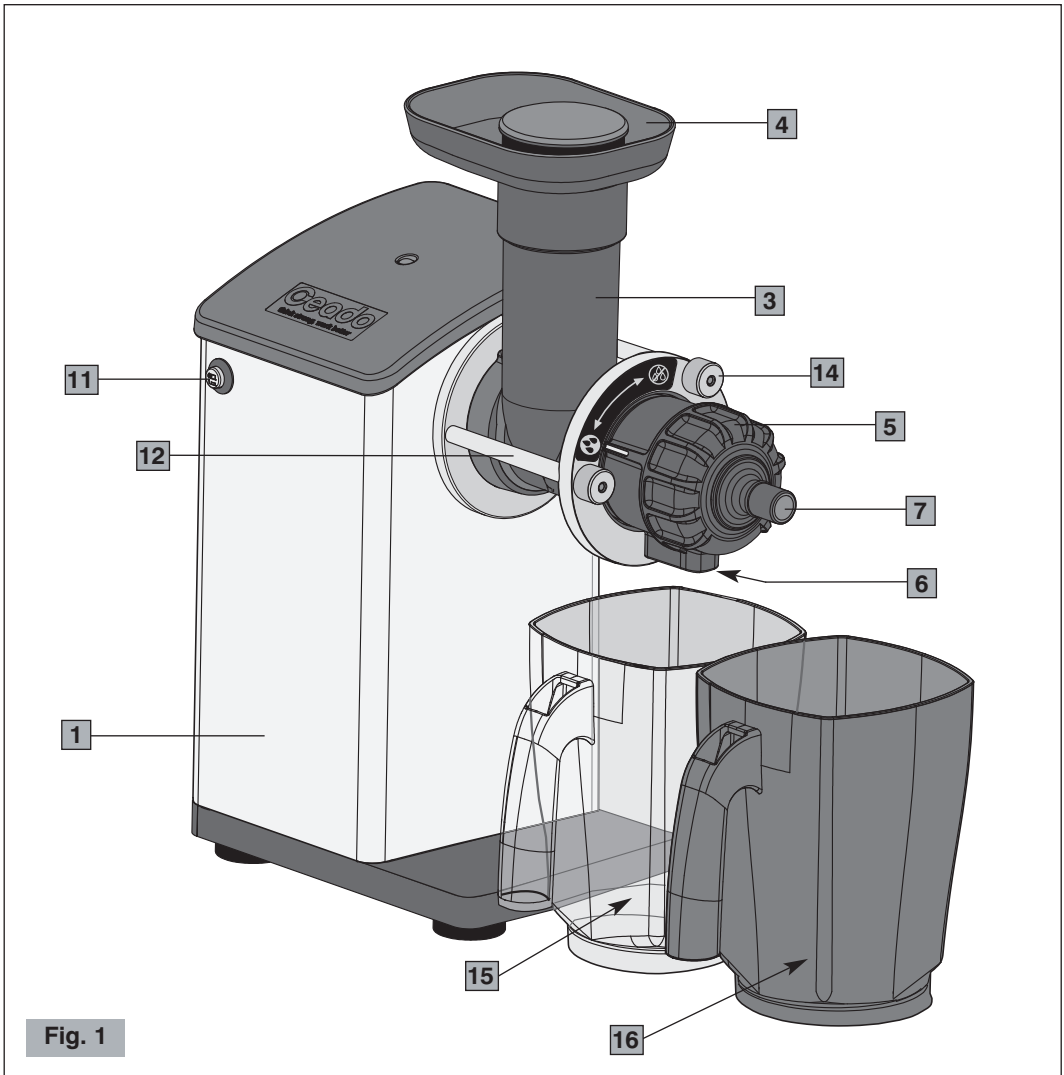
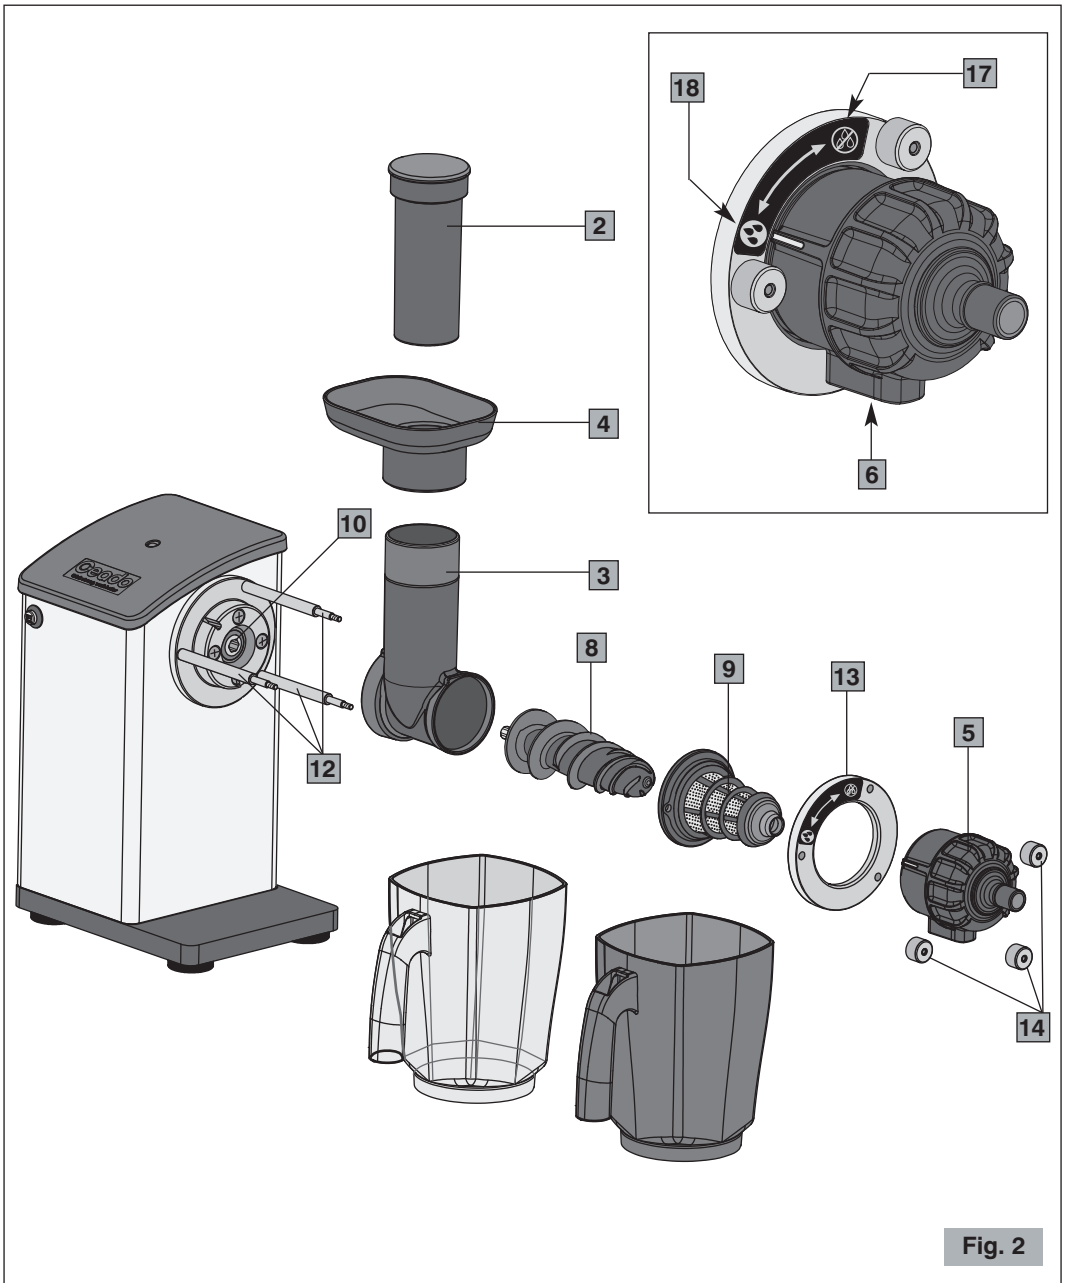

Fig. 1
Fig. 2
Composants principaux (Fig. 1 - Fig. 2)
Avant de brancher la fiche à la prise de courant, s'assurer que l'interrupteur ON-OFF (11 Fig. 1) est en position d'arrêt "O".
- 3** Placer le récipient de jus (15, Fig. 1) sous la sortie du jus et le récipient de pulpe (16, Fig. 1) sous le déchargement des résidus.
Pendant le fonctionnement de l'appareil, le couvre-filtre (5, Fig. 1) doit être en position ouverte (symbole "trois gouttes"). Après l'arrêt du moteur, afin d'éviter les gouttes, fermer le couvre-filtre en le tournant dans le sens horaire de 90° (symbole "stop gouttes").